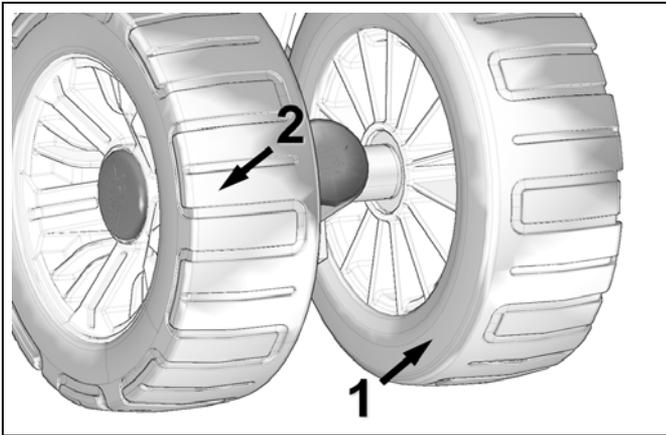

Abbildung 44
Überprüfen Sie den Abnutzungsgrad der Urethan-Reifen, besonders an der inneren Führungsleiste (1) und zwischen den Reifenprofilen (2). Das Rad muss ausgewechselt werden, wenn die Innenseite abgenutzt oder der Reifen zwischen den Reifenprofilen gerissen ist. Ein Rad, das übermäßig abgenutzt ist, bietet keine ausreichende Stützfunktion für die Führung der Raupenkette. Siehe Abbildung 44.